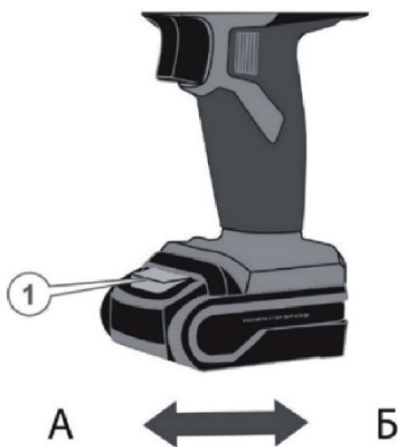

Рисунок 5. Схема встановлення (зняття) акумуляторної батареї.
2. Для під'єднання акумуляторної батареї до виробу сполучити виступи на акумуляторі із пазами на корпусі виробу, і з невеликим зусиллям посунути акумулятор у напрямку стрілки (Б) (рис. 5) до появи характерного клацання. Не рекомендовано докладати надмірних зусиль під час встановлення акумулятора. Якщо акумуляторна батарея під'єднується із зусиллям, це означає, що встановлення виконується неправильно або в пази корпусу потрапив сторонній предмет, наприклад, стружка.
3. Щоб зняти акумуляторну батарею, злегка натиснути на кнопку фіксації батареї (1, рис. 5) та, не відпускаючи кнопку, із невеликим зусиллям потягнути акумулятор у напрямку стрілки (А) (рис. 5), щоб вийняти його із корпусу виробу.